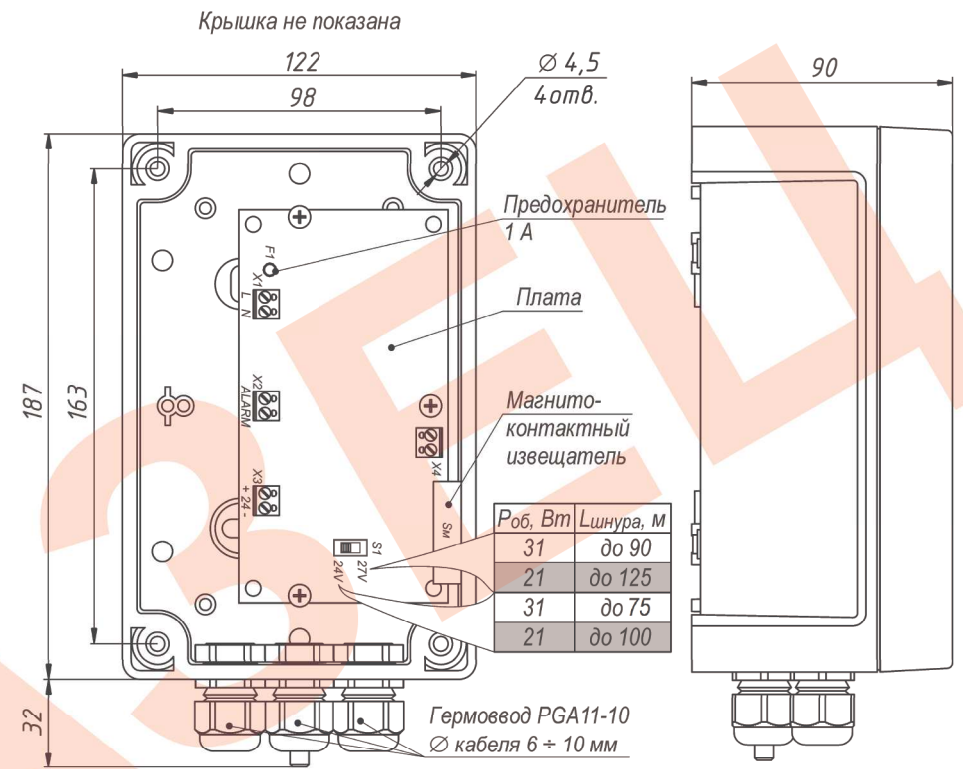

Рис.3 Блок питания БПУ-2-220VAC-24VDC/2,0A
4. Монтаж и подключение блока питания и сети Ethernet произвести в соответствии с руководством по эксплуатации ИМПФ.463132.025 РЭ (п.3) и рис.3 данного паспорта.